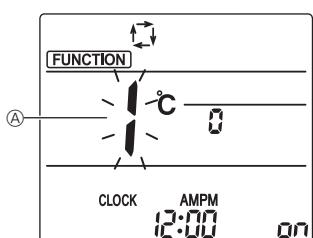
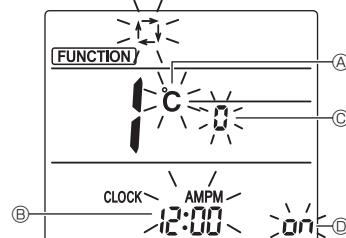

Fig. 6-6
Fig. 6-7
- Appuyez sur la touche **TEMP** ① pour arrêter le climatiseur.
- Appuyez sur la touche **MENU** ②.
L'écran Réglage des fonctions s'affiche et le n° de la fonction ⑧ clignote. (Fig. 6-6)
- Appuyez sur la touche **↓** ④ pour changer le n° de fonction.
- Vérifiez que la fonction n° «1» est affichée puis appuyez sur la touche **SET** ③. L'écran de réglage de l'affichage s'affiche. (Fig. 6-7)